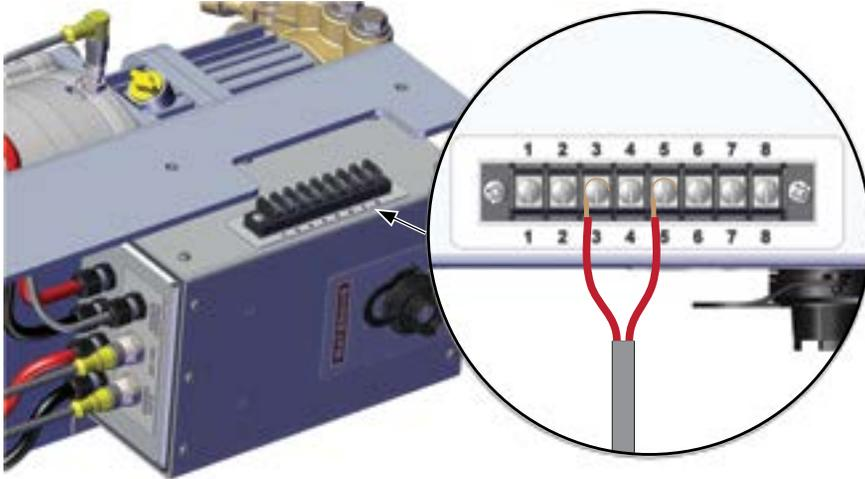

Figura 35
3. Fije un cable a la terminal 3 y el otro cable a la terminal 5 de la regleta de terminales (**Figura 35**).